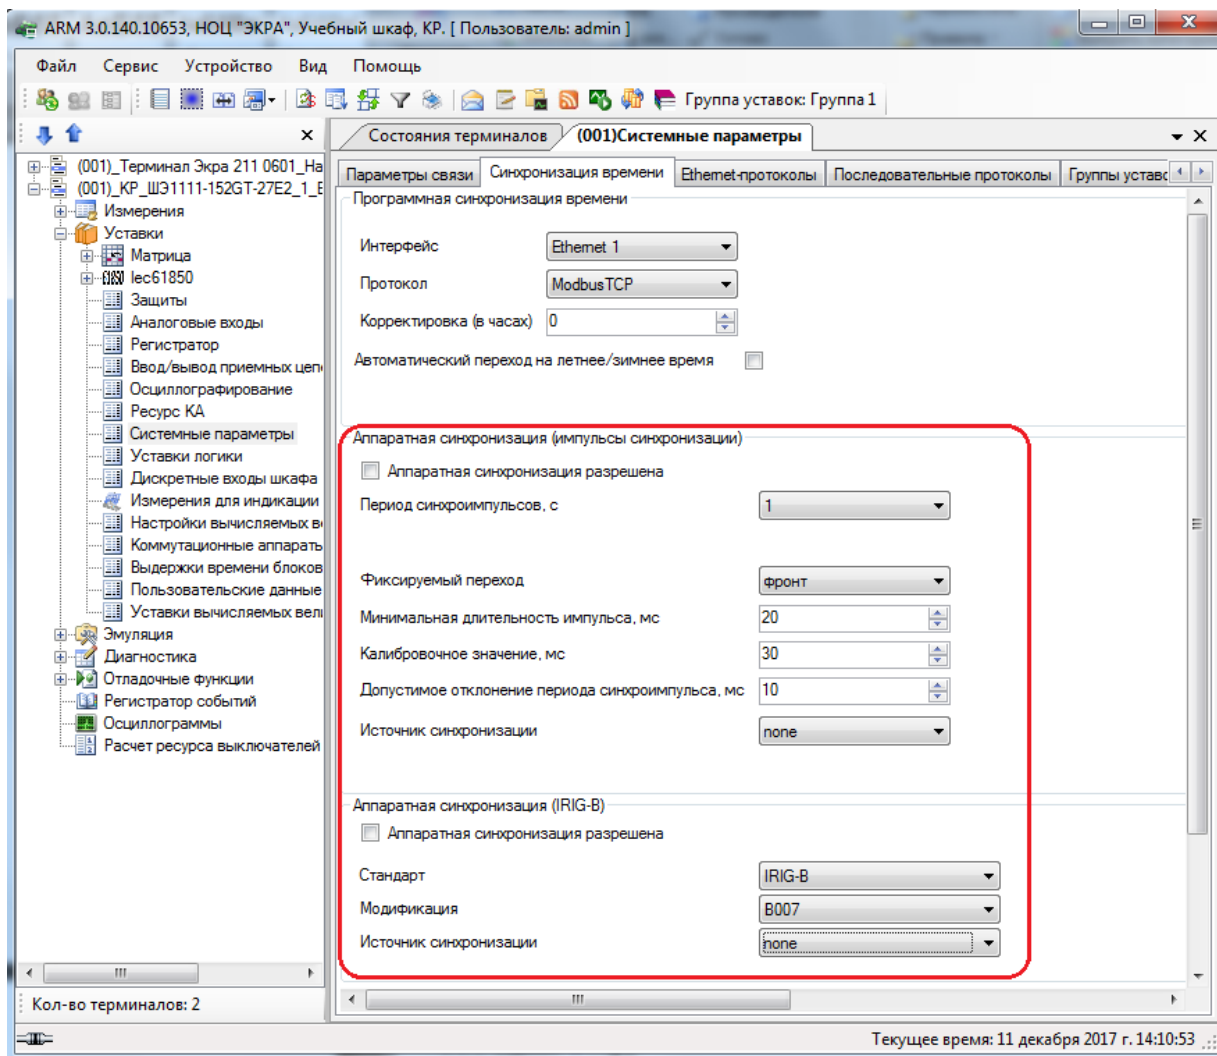

Рисунок 6.75
**Аппаратная синхронизация (импульсы синхронизации)** (см. рисунок 6.75)